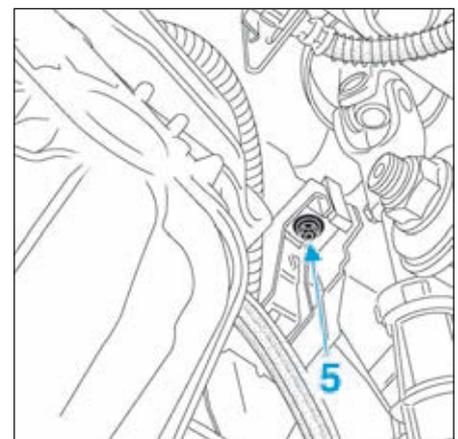

FIG.5
- Après avoir déposé la fixation (5) de la goulotte du faisceau d'habitacle mener le faisceau dans le compartiment moteur avec précaution (Fig.5)